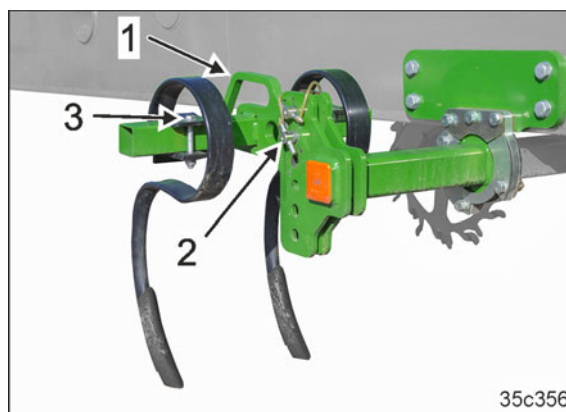

Fig. 202
1. Strângeți și țineți contra șurubul (Fig. 202/3) după reglarea afânătorului de urmă al roții tractorului.
1. Țineți afânătorul de mâner (Fig. 202/1).
2. Îndepărtați bolturile (Fig. 202/2).